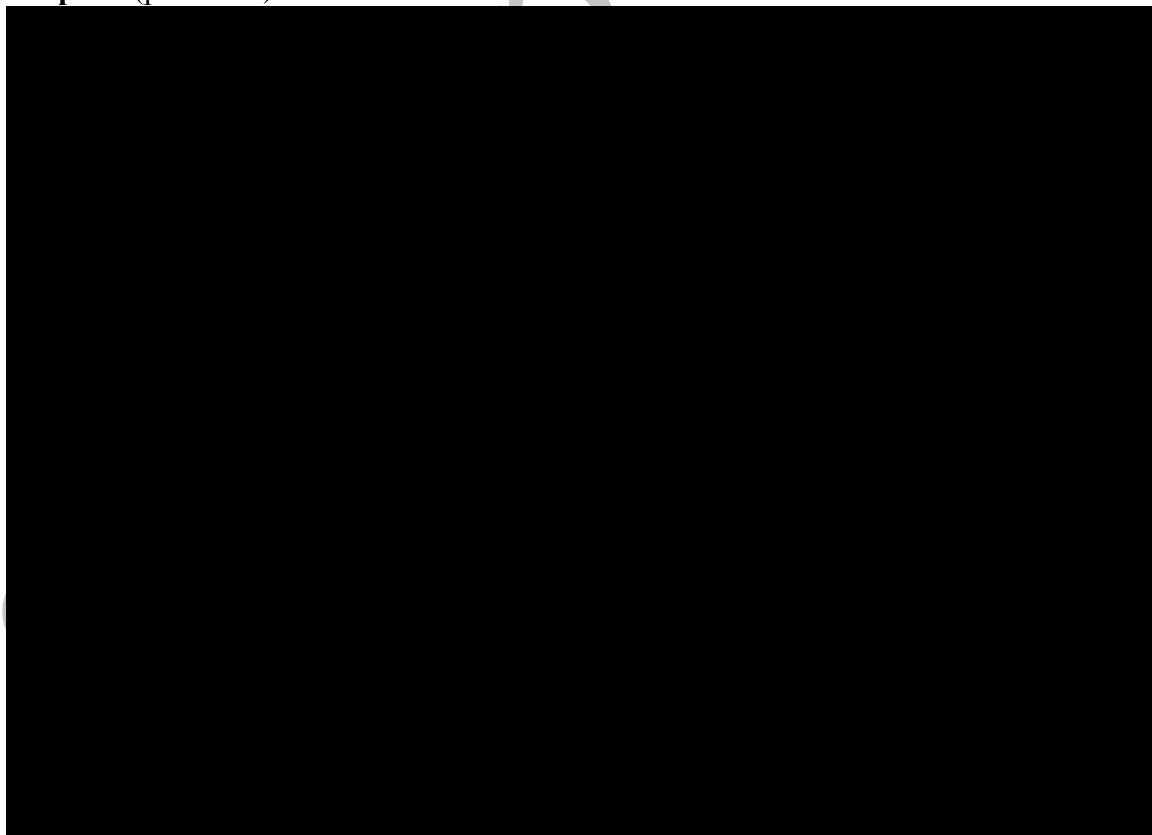

Рис. 7.18. Диаграмма A2 с объектом декомпозиции
1. Перейдите на диаграмму A2 и декомпозируйте работу «Сборка настольных компьютеров» (рис. 7.18).